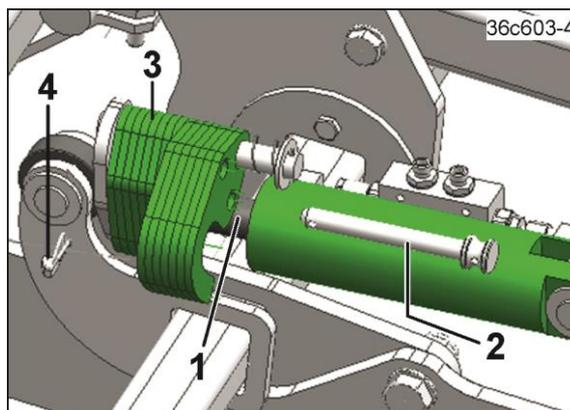

Fig. 288
- 1.1 Der Kolben (Fig. 288/1) des Hydraulikzylinders fährt aus.
2. Den Bolzen (Fig. 288/2) herausziehen.
3. Die Anzahl der Anschläge (Fig. 288/3) entsprechend der gewünschten Arbeitstiefe am Kolben anlegen.
4. Den Bolzen (Fig. 288/2) einstecken und mit einem Klapstecker (Fig. 288/4) sichern.